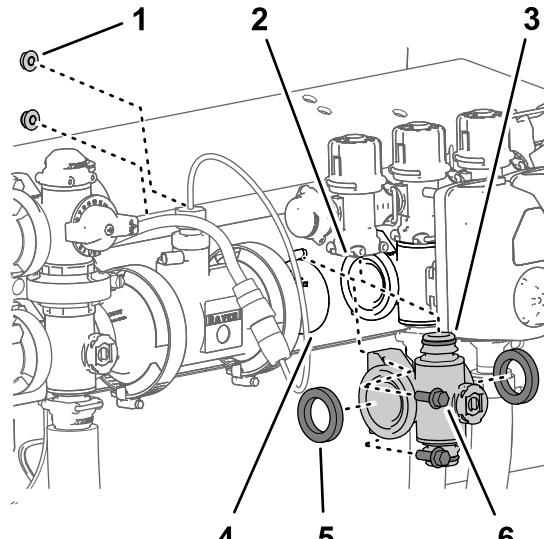

Figure 127
($\frac{1}{4}$ po) qui fixent le collecteur au support de vannes (Figure 127).
5. Baissez le collecteur de vanne de section et les joints pour les séparer de la vanne de dérivation de section et déposez-les de la machine (Figure 127).